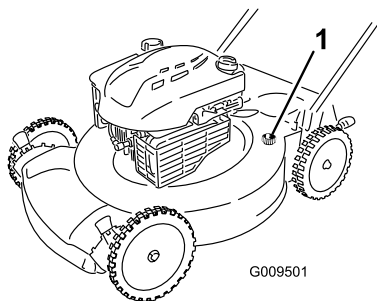

Figura 19
5. Conecte uma mangueira de jardim que esteja conectada a um abastecimento de água na porta de lavagem (Figura 19).